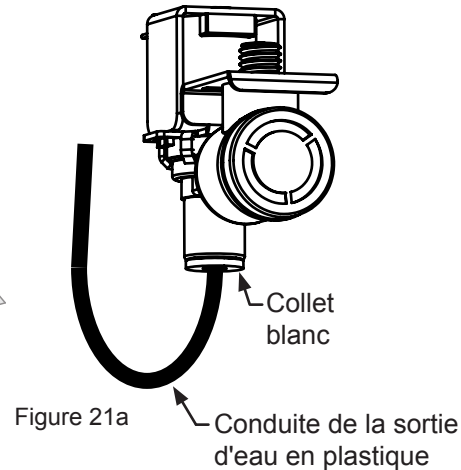

Figure 21a
18. Débranchez la conduite d'eau en plastique du bas de l'électrovanne (Voyez la Figure 21a) et drainez-la. Rebranchez cette conduite d'eau.